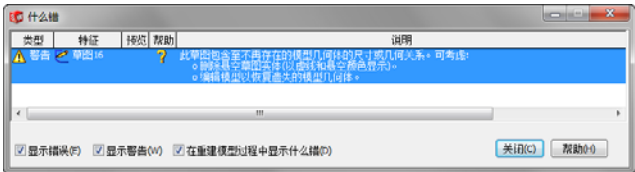

图 5-11 重建模型错误提示
- (1) 单击 [删除] 按钮，将删除限制特征移动的几何关系和定位尺寸。
- (2) 单击 [悬空] 按钮，将不对尺寸标注、几何关系进行求解。
- (3) 单击 [取消] 按钮，将取消复制操作。
- 4. 如果在步骤 3 中选择了 [悬空] 按钮，则系统会弹出 [重建模型错误] 对话框警告在模型中的尺寸和几何关系已不存在，用户应该重新定义悬空尺寸，如图 5-11 所示。